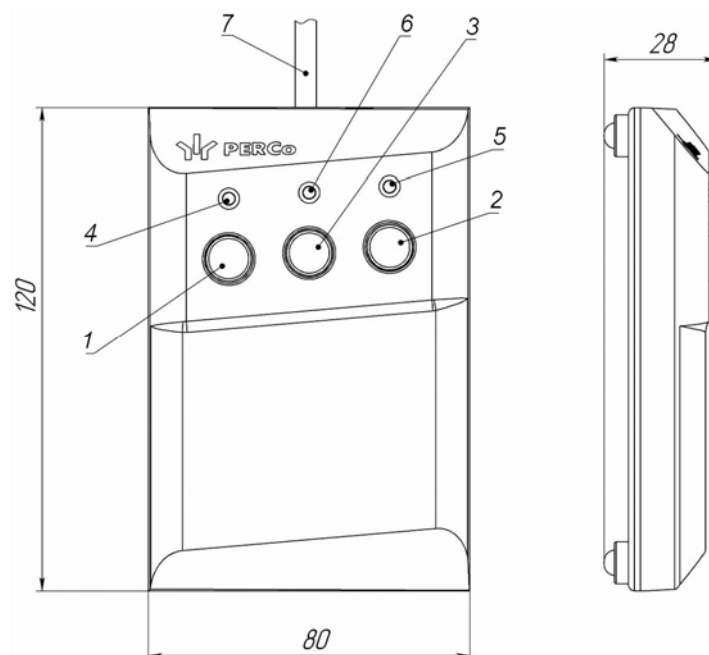

Рисунок 7. Общий вид и габаритные размеры ПДУ
ПДУ (17) выполнен в виде небольшого настольного прибора в корпусе из ударопрочного АБС-пластика. ПДУ предназначен для подачи команд оператором при ручном режиме управления турникетом. Общий вид ПДУ показан на рис. 7.